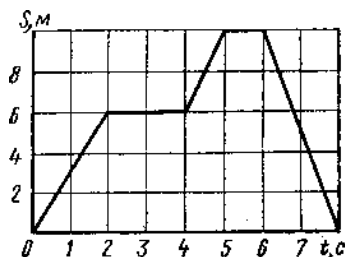

Рис. 11
13. Расскажите, как двигалась точка, график, перемещения которой дан на рис.11